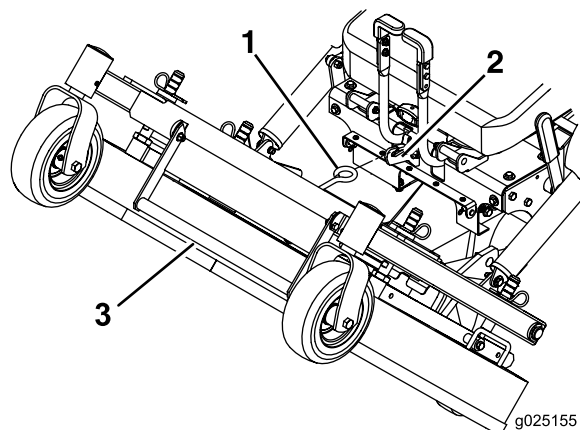

Figura 20
3. Mediante el uso de la barra de elevación de la carcasa, levante la carcasa y engánchela en la posición de Elevada (Figura 20).
1. Sujete firmemente la barra de elevación de la carcasa, desenganche el enganche de la carcasa de corte de la máquina y baje la carcasa lentamente al suelo (Figura 20).